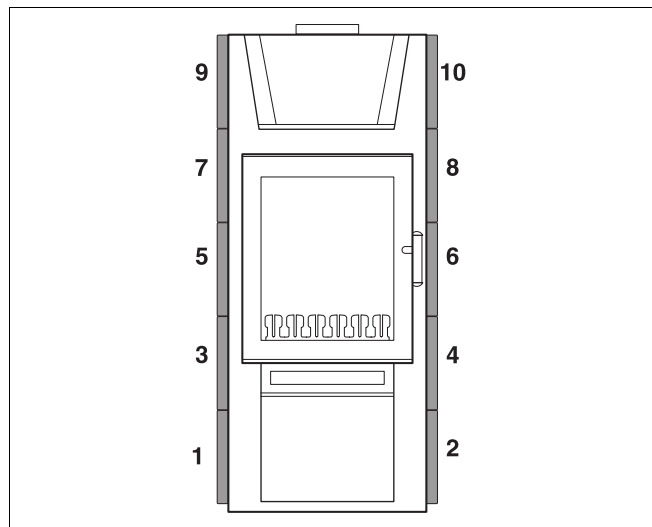
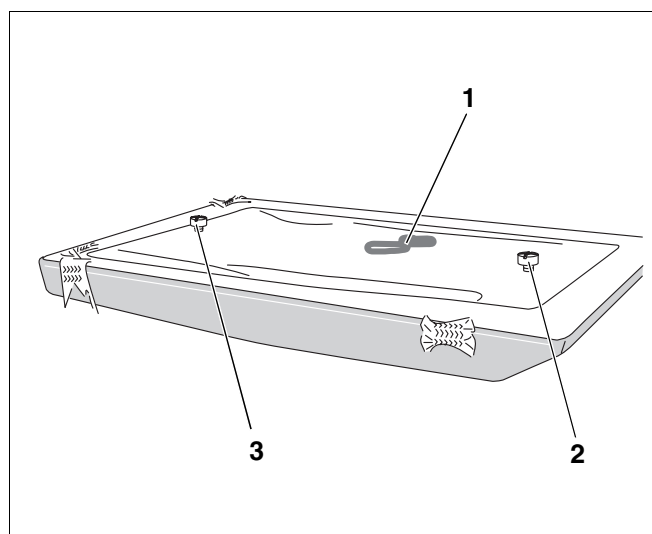
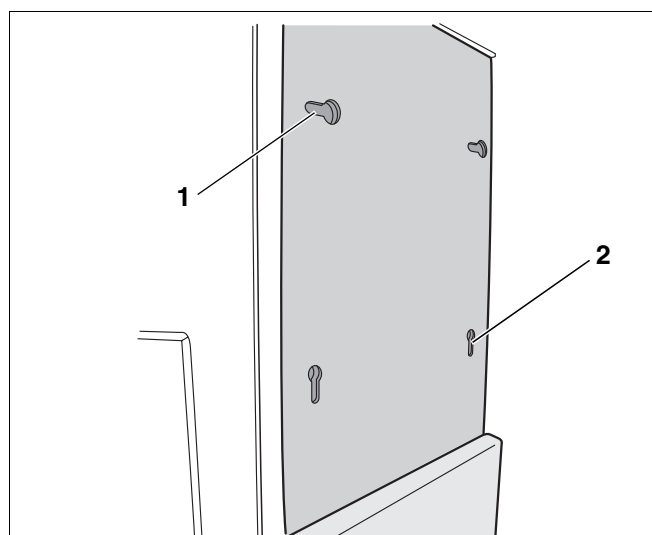

Abb. 23 Positionen der Kacheln/Natursteine
Abb. 24 Kachelrückseite
Abb. 25 Langlochöffnungen
- Die Kacheln sind auf der Rückseite nummeriert (Abb. 24, **Pos. 1**). Halten Sie unbedingt die Reihenfolge der Nummerierung ein (Abb. 23).
- Mitgelieferte Schrauben in die Bohrungen auf den Kachelrückseiten (Abb. 24, **Pos. 2 u. 3**) eindrehen.
- Beginnen Sie beim Einhängen mit den Natursteinen Nummer 1 und 2 (Abb. 23). Die weiteren Einzelpositionen müssen Sie dann nicht mehr beachten.
Seitlich am Kaminofen befinden sich Langlochöffnungen zum Einhängen der Kacheln (Abb. 25, **Pos. 1 und 2**).
Die Langlochöffnungen für die obersten Kacheln (Abb. 23, **Pos. 9 und 10**) sind waagrecht angeordnet (Abb. 25, **Pos. 1**). Alle anderen Langlochöffnungen sind senkrecht ausgerichtet (Abb. 25, **Pos. 2**).